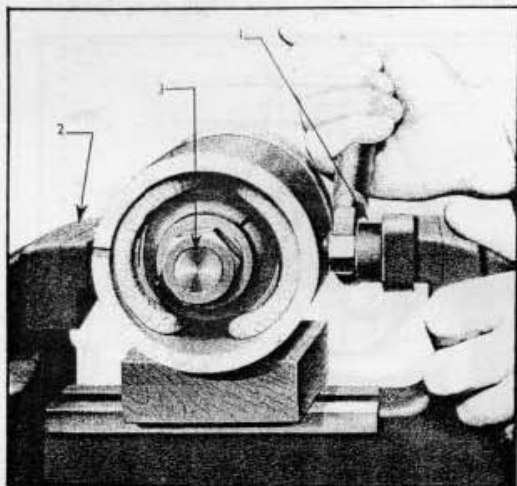

Fig. 6
6. Monter le manchon de protection et le tournevis spécial pour pièces polaires CP. 9504 dans un étiau, comme le montre la FIG. 6; de cette façon, on peut desserrer puis enlever les vis de pièces polaires.